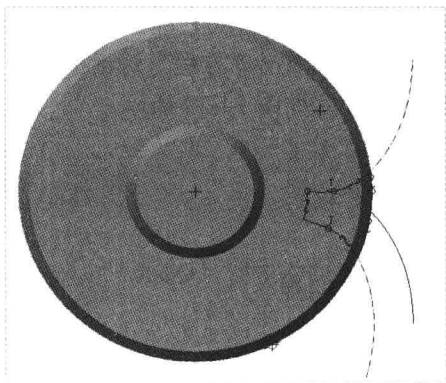

图 14-37 绘制截面 2
Step 11 在“功能区”选项板的“模型”选项卡中,单击“形状”面板中的“拉伸”按钮,弹出“拉伸”选项卡;在绘图区选择 FRONT 基准平面作为草绘平面,进入草绘环境,单击“草绘”选项卡中的相应按钮,绘制截面,如图 14-37 所示。